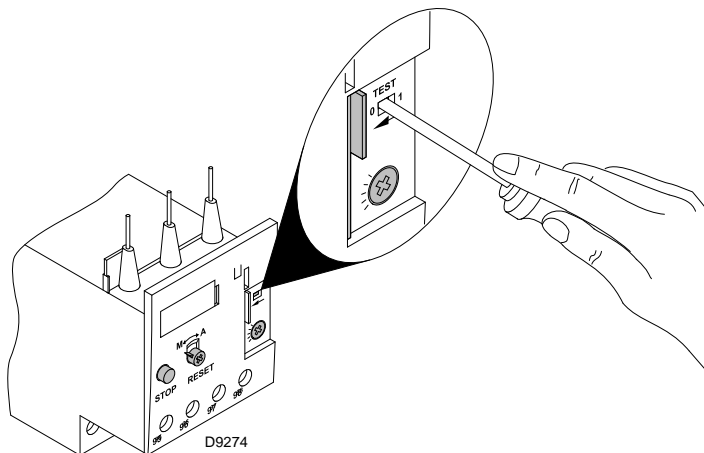

Fig. 38
- Pour tester le relais thermique, introduire un tournevis dans la fenêtre «TEST» (Fig. 38) et déplacer le dans le sens de la flèche (vers la droite).